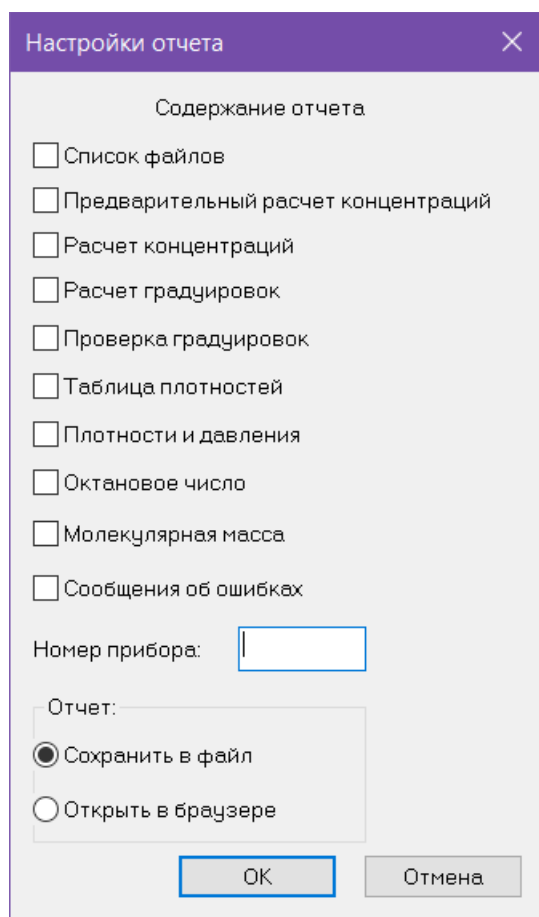

Рис. 6: Окно «Настройки отчёта»
1. Чтобы сформировать отчёт, нажмите **Отчёт**. Откроется окно *Настройки отчёта* (Рис. 6).